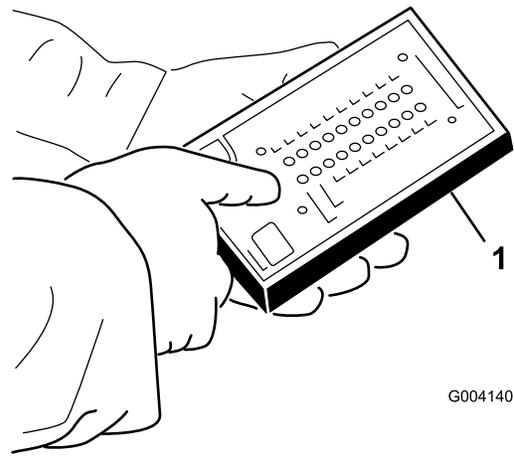

Figura 41
4. Collegare il connettore del display Diagnostic ACE al connettore diagnostico (Figura 41).